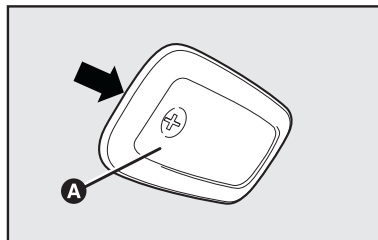

fig. 33
- atuar no ponto indicado pela seta com uma chave de fenda, cuidando para não danificar o revestimento do teto e a plafoniera com a ferramenta, e remover a plafoniera **A-fig. 33**;